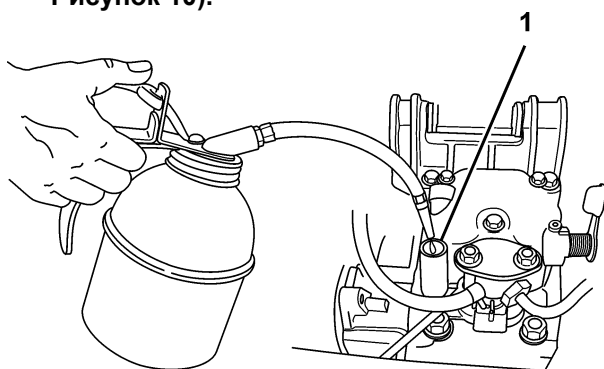

Рисунок 10
2. Добавить 2 см³ моторного масла в маслозаливное отверстие (**позиция 1, Рисунок 10**).